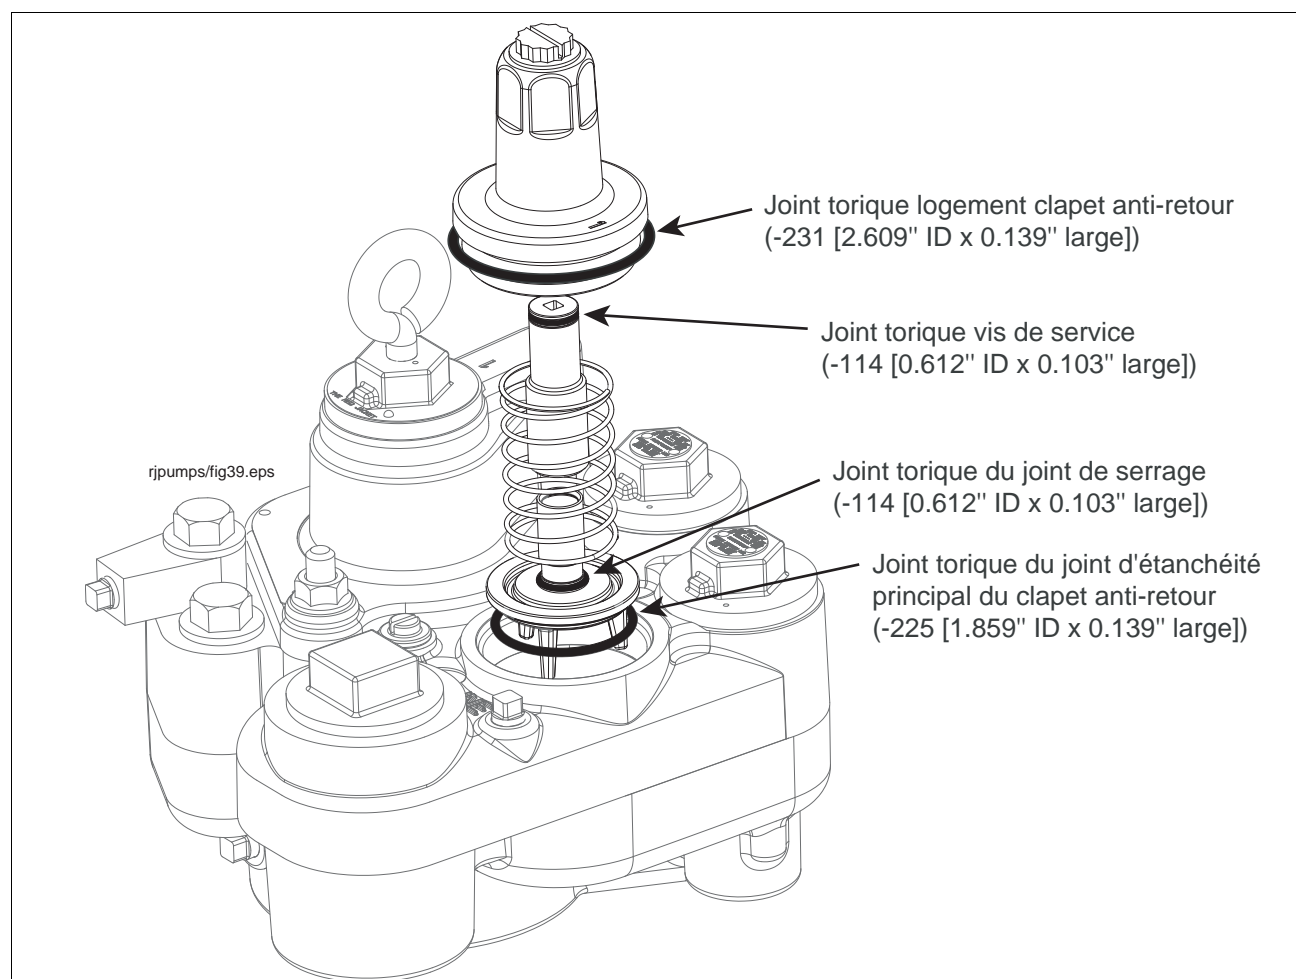

Figure 36. Insérer le clapet de non-retour dans le collecteur
6. Avec le joint torique lubrifié bien en place, insérer le clapet de non-retour dans son siège, dans le collecteur, et disposer le nouveau ressort sur le clapet (voir Figure 36). Disposer le carter du clapet de non-retour avec joint torique par dessus le ressort et le clapet et visser à la main. Serrer le carter au couple de 40 - 50 ft-lbs (54 - 67 N•m).